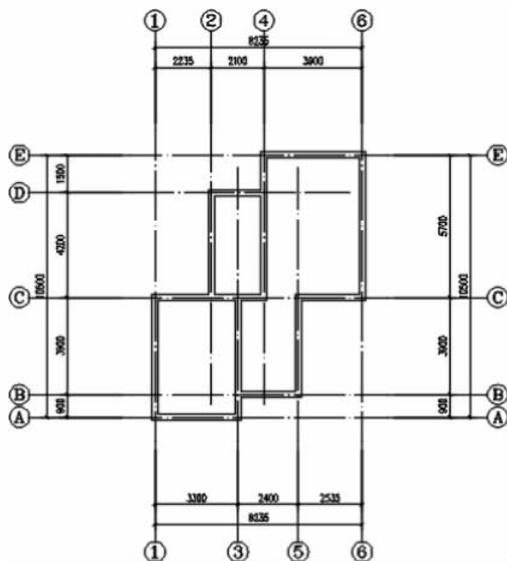

图 3-2 绘制墙体
绘制的墙体如图 3-2 所示。
(2) 继续绘制墙体,宽度为 240,墙高为 3300 的内墙,对话框如图 3-5 所示,最终结果如图 3-2 所示。
(3) 保存图形。将图形以“绘制墙体.dwg”为文件名进行保存。命令行提示如下。